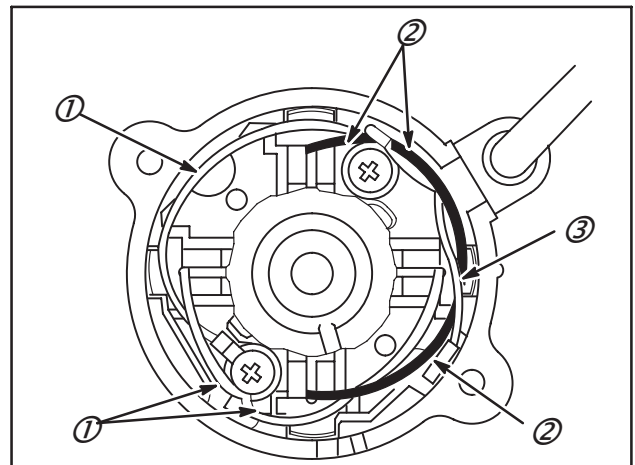

Fig. 78
- Monter les fils dans le couvercle du côté du collecteur pour les démarreurs 120 Volts C.A. comme indiqué en Fig. 78 : BLANC (1), NOIR (2), GRIS (3).